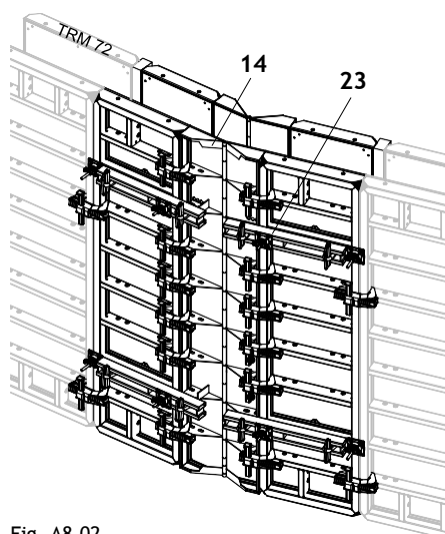

Fig. A8.02
Външният кофраж е стабилизирен с изравняващия ригел TAR 85 (23). (Fig. A8.02)